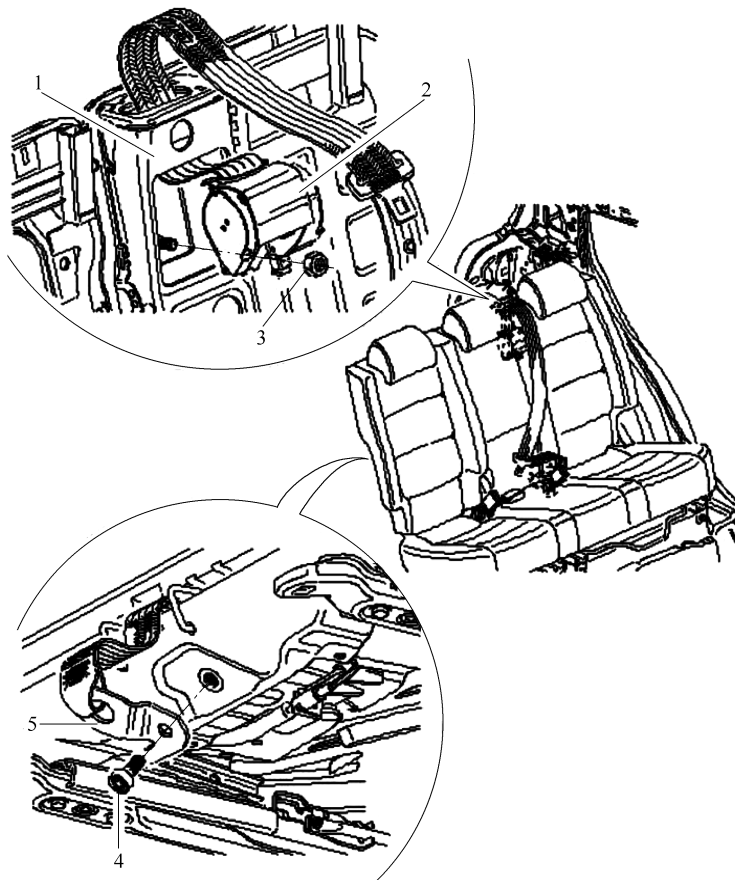

图 12-5 拆卸后座中部安全带
1) 装配概述, 如图 12-5 所示。
① 拆卸后排座椅左侧挡块。
② 拆下座椅靠背的座套和衬垫。
③ 拧下螺母(40N·m), 并从托架上拆下安全带自动回卷装置。